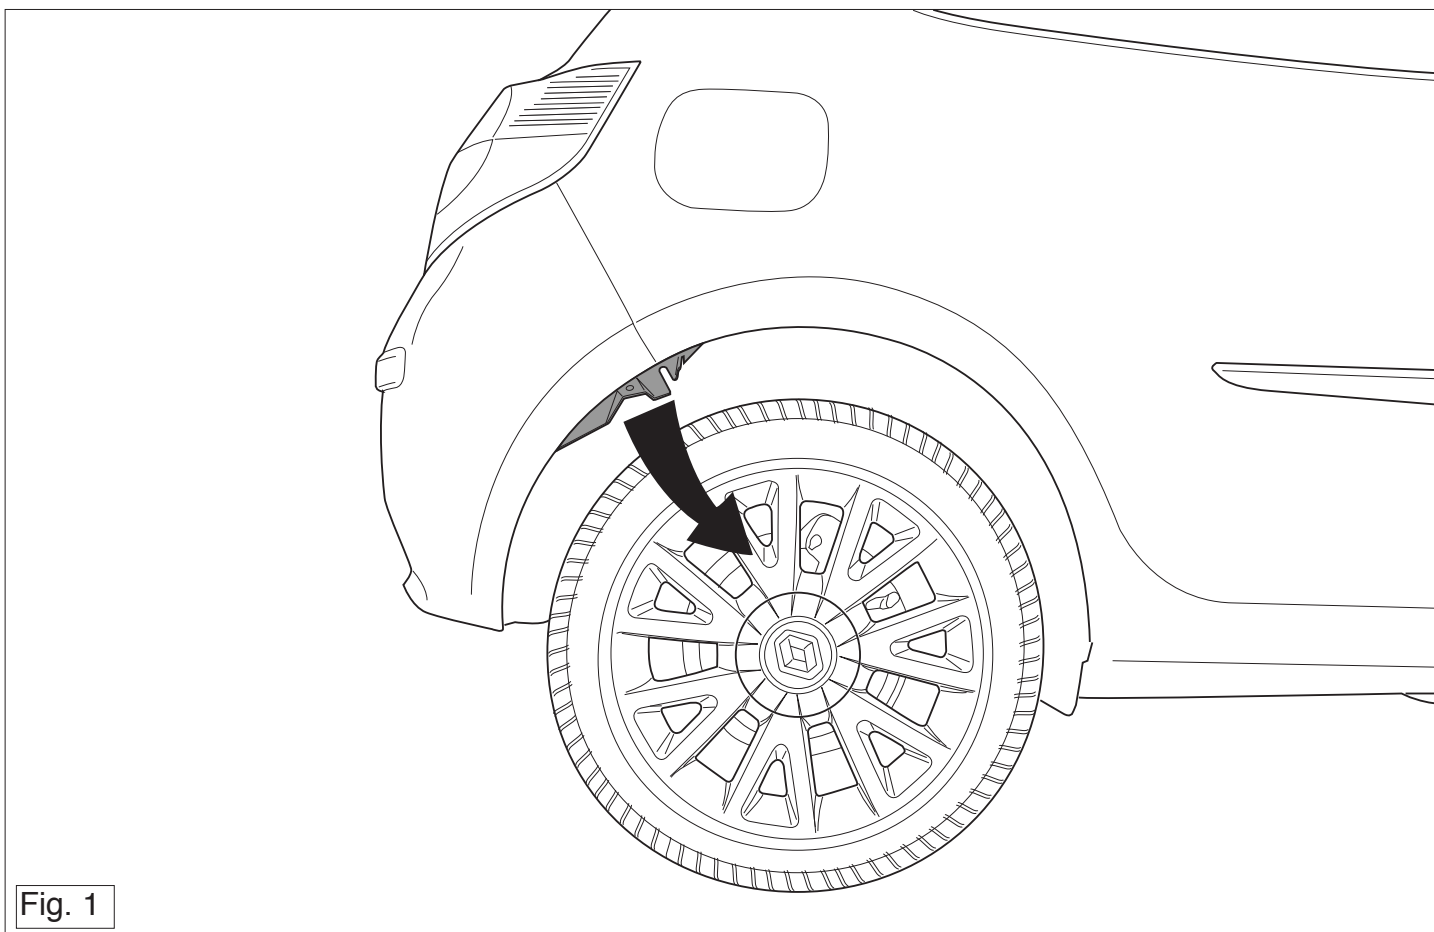

Fig. 1
5. Pour un accès plus aisé, détachez d'un côté les pare-boue dans les ailes voir la figure 1.
5. Die Schmutzfänger in den Radkästen auf einer Seite lösen, um einen besseren Zugang zu erhalten (siehe Abb. 1).
5. Løsn stænkskærmene i hjulkasserne i den ene side for bedre at kunne komme til (se fig. 1)
5. Частично снять противорезавые шитки в надколесных дурах, чтобы облегчить доступ к рабочей зоне (см. рис. 1).
5. Poluzować chłapacze z jednej strony we wnękach na koła, aby ułatwić sobie dostęp, patrz rys. 1.